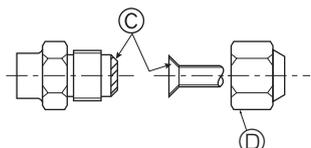

Fig. 4-8
### 4.2. Соединение труб (Fig. 4-8)
④ (Fig. 4-8)
⑤ (Fig. 4-8)